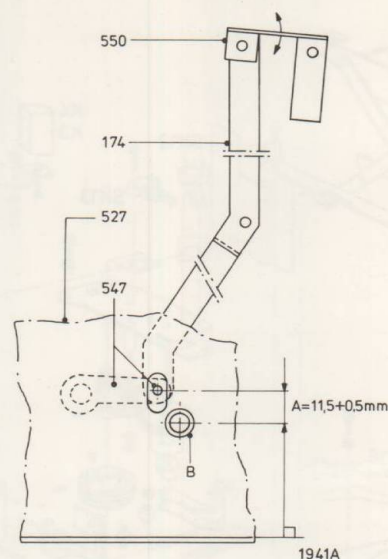

Fig. 32
i. Haspel ontgrendeling (fig. 32)